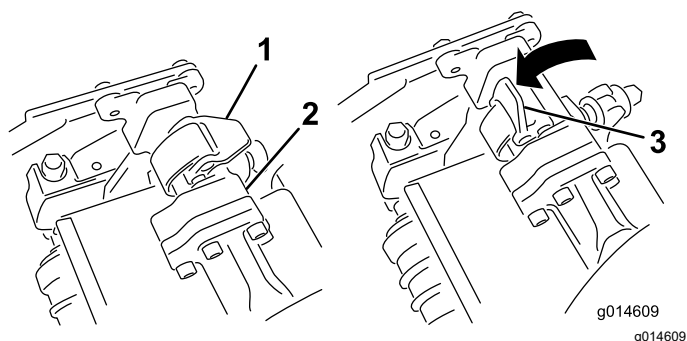
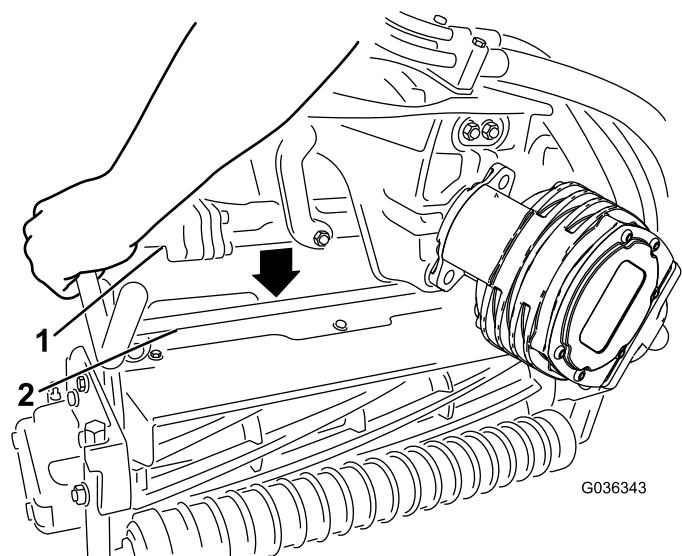

Figura 62
Figura 63
4. Abra os trincos da barra do braço de suspensão (Figura 62) e empurre o braço de suspensão para baixo de forma a que a barra fique sobre ambos os braços inclinados na unidade de corte e certifique-se de que os trincos passam por baixo da barra transversal da unidade de corte (Figura 63).
5. Feche os fechos para baixo e em redor da barra da unidade de corte e bloqueie-os no sítio (Figura 62).
- Abra os fechos na barra do braço de suspensão da unidade de corte que está a remover (Figura 62).